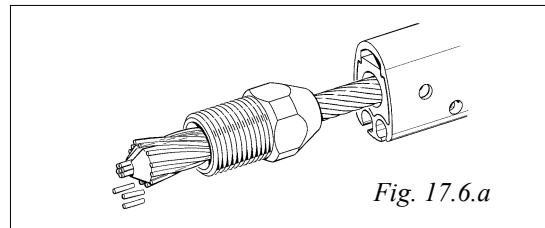

Fig. 17.6.a
6. Klipp alla wirekardeler, som ligger utanför konan jäms med bockningen. (5 mm in på wiren) Se fig. 17.6.a.